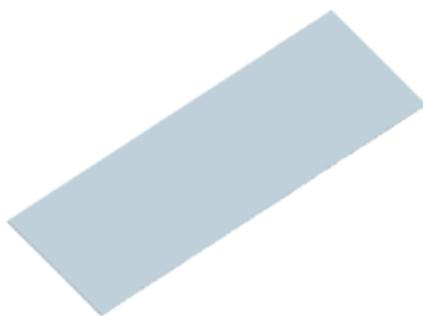

图 37-4
- (4) 单击草绘命令工具栏中的 ，返回特征操控板，设定拉伸长度为 0.25，单击 ，完成特征的建立，如图 37-4 所示。